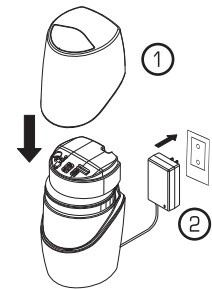

Рис. 55
3. **Установите** крышку на корпус (1). **Подключите** адаптер питания к розетке электропитания (2) (рис. 55).